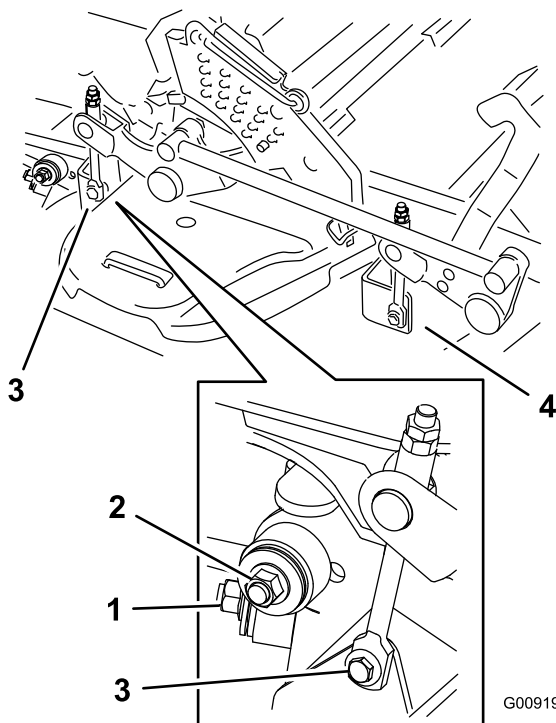

Figure 105
7. Enlevez et mettez de côté les fixations des deux côtés du tablier, comme montré à la Figure 105.